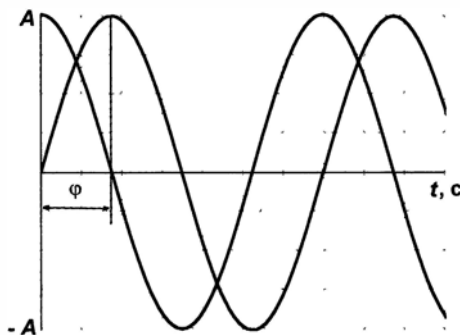
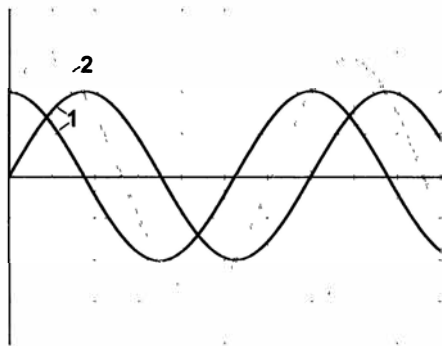

Рис. 4.3. График синусоидальных колебаний, сдвинутых по фазе на четверть периода
Рис. 4.4. Суммирование колебаний, сдвинутых по фазе на четверть периода
А что будет, если график немного подвигать вдоль оси абсцисс? Как видно из рис. 4.3, это равносильно признанию того факта, что в нулевой момент времени наше колебание не равно нулю. На рис. 4.3 второе колебание начинается с максимального значения амплитуды, а не с нуля. При этом сдвигаются моменты времени, соответствующие целому и половине периода, а в уравнении (1) появляется еще одна величина, обозначаемая буквой ϕ (фи) и измеряемая в единицах угла — радианах:
ний, представленных на рис. 4.3, сдвиг фаз равен 90° ($\pi/2$ радиан). Именно для наблюдения таких колебаний совместно и предназначен многоканальный или многолучевой осциллограф — в обычном фазе колебания определяется только настройками синхронизации.
Обратите внимание, что в общем случае амплитуды и частоты колебаний различны (на рис. 4.3 они одинаковы!).
Для иллюстрации продемонстрируем (рис. 4.4), что получится, если сложить два колебания, которые были представлены на рис. 4.3. Я не буду приводить картинки для иных случаев, т. к. интересных комбинаций может быть довольно много, но очень рекомендую потратить время на эти упражнения, потому что результаты могут быть весьма неожиданными и вовсе неочевидными. Скажем, при сложении двух синусоидальных колебаний с одинаковой частотой и амплитудой, но со сдвигом фаз в 180° (когда колебания находятся в противофазе), результирующая сумма будет равна нулю на всем протяжении оси времени! А если амплитуды таких колебаний не равны друг другу, то в результате получится такое же колебание, амплитуда которого в каждой точке равна разности амплитуд исходных. Запомним этот факт — он нам пригодится, когда мы будем рассматривать усилители звуковой частоты с обратной связью (см. главу 8).